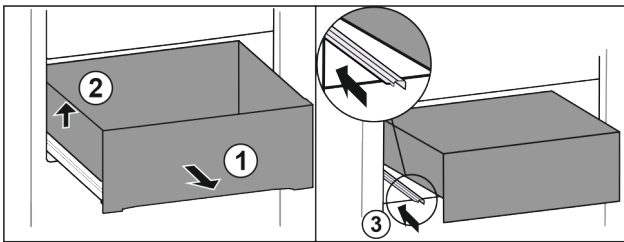

Fig. 19
- ▶ Витягніть висувний ящик до упору. Fig. 19 (1)
- ▶ Підняти висувний ящик ліворуч. Fig. 19 (2)
- ▶ Вставити ліву рейку. Fig. 19 (3)